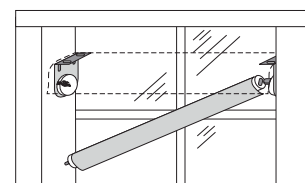

Fig. 6
a. Primero, coloque la tapa del sistema de elevación en la unidad de la manivela (Fig. 6).